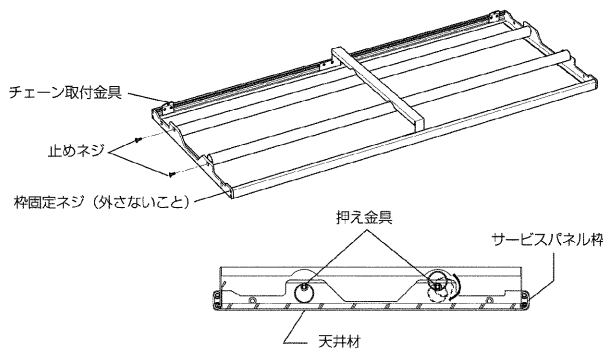

図16
- 1.押さえ金具を回転し、天井材を押し込みネジを締付け固定します。(図16参照)